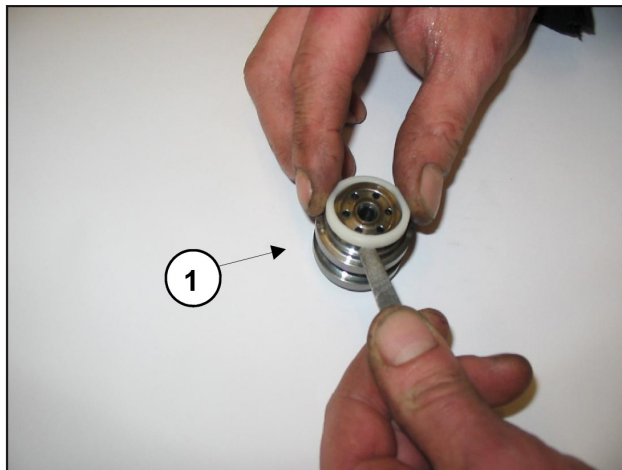

Abb. 25
- Entnehmen Sie die Ventilsitze ① wie in Abb. 25 dargestellt, überprüfen Sie den Verschleißzustand der einzelnen Bauteile und tauschen Sie diese bei Bedarf aus.